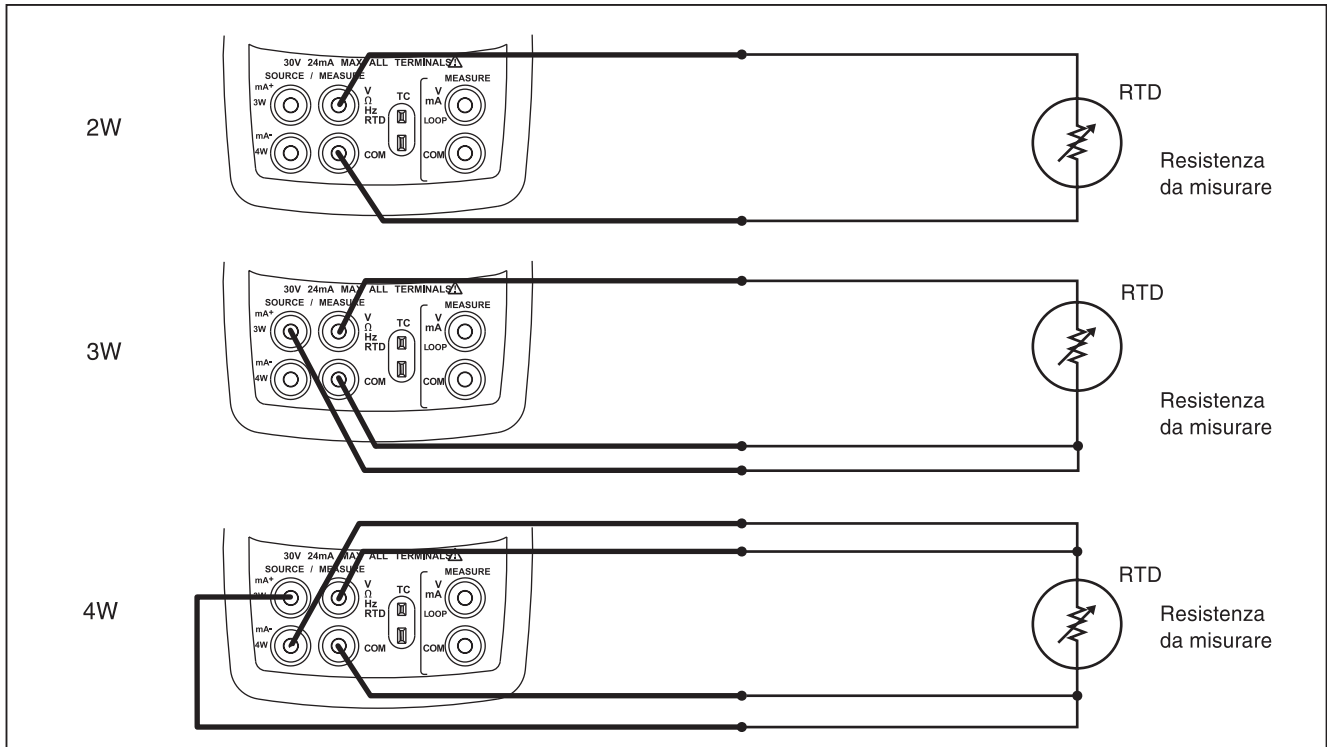

Figura 11. Misura della temperatura con termoresistore, misura della resistenza a 2, 3 e 4 fili
4. Collegare il termoresistore ai terminali di ingresso, come indicato nella figura 11.